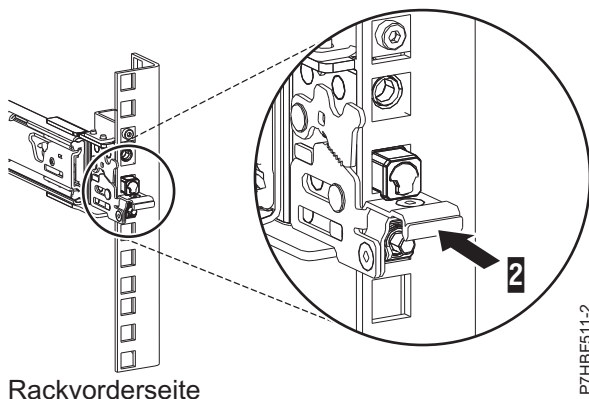

Abbildung 23. An der vorderen Schiene des Racks sitzende Verriegelung
7. Stellen Sie sicher, dass alle drei Stifte aus den Bohrungen herausragen, wenn Sie die Schiene nach vorne ziehen, und drücken Sie dann die vordere Verriegelung (2) ganz hinein. Einzelheiten finden Sie unter Abb. 23.